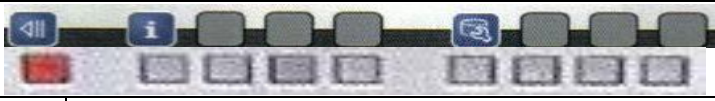

Figura 36. Opciones de configuración exportación de la MSU – Ventana Process
13. Presione en el panel de interfase (IP) el botón  hasta llegar a la opción Rawdata Export en el campo acción, Figura 36.
15. Presione en el panel de interfase (IP) el botón  hasta llegar a la opción MSU en el campo dispositivo, Figura 36.